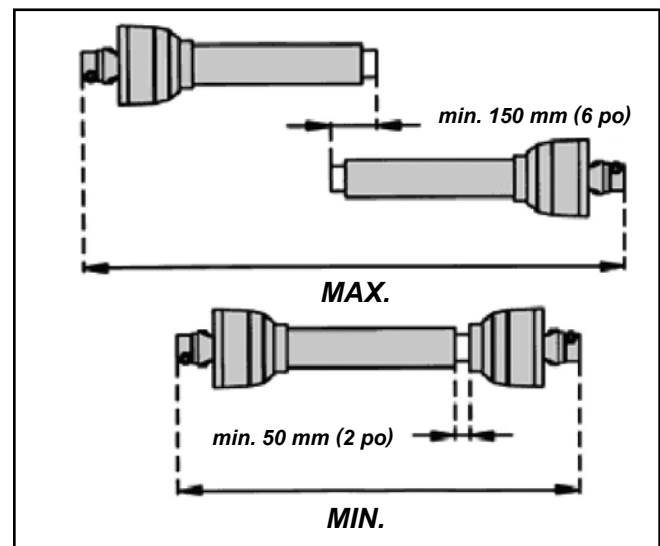

Figure 15. Exemple de chevauchement
3. Sur une surface plane et de niveau, levez et abaissez lentement la bêche-tarière tout en surveillant de près la ligne d'arbre de transmission pour voir si elle se sépare, se lie ou s'affaisse. Avec les bras à 3 points complètement relevés, mesurez le chevauchement de la ligne d'arbre de transmission et veillez à ce qu'il y ait un chevauchement minimum de 150 mm (6 po) des éléments télescopiques de la ligne d'arbre de transmission. Voir la figure 15.
4. Abaissez les bras à 3 points jusqu'à ce que l'arbre de sortie de la boîte d'engrenages ou le protecteur de sortie de la boîte d'engrenages touche le sol. Avec la boîte d'engrenages au sol, mesurez le chevauchement de la ligne d'arbre de transmission. Vérifiez qu'il reste un minimum de 50 mm (2 po) de course avant que la ligne d'arbre de transmission ne s'affaisse. Voir la figure 15.
4. Tenez les deux moitiés parallèles l'une à l'autre pour déterminer de combien la ligne d'arbre de transmission doit être raccourcie. Marquez chaque extrémité. Voir la figure 15.